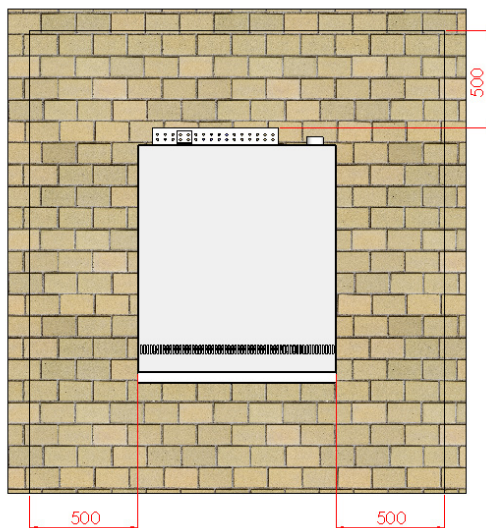

рис.7
1. Если расположение духовых шкафов не было сделано заранее, духовой шкаф размещается соответствующим образом. ВАЖНО: Расстояние между духовкой и стеной должно составлять не менее 500 мм (полуметра). (Рисунок 7)